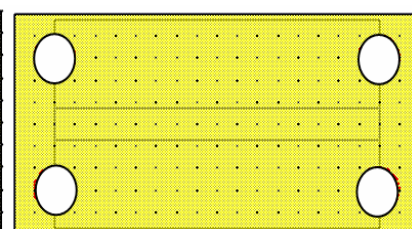

Рис.57
- Скопируйте созданную перемычку и добавьте ещё три копии перемычек, как показано на рис. 57.